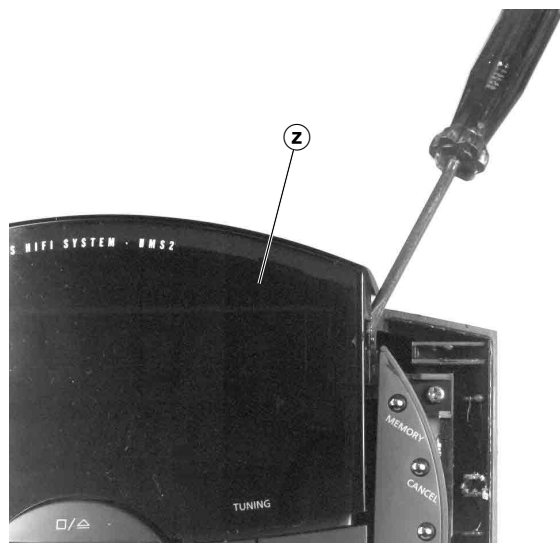

Fig. 18
- Vorsichtig die **aufgeklebte** Displayabdeckung **Z** mit einem Schraubendreher abhebeln (Fig. 18).
- Lift off the **glued** display cover **Z** carefully with a screw driver (Fig. 18).